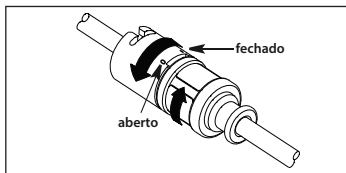

Figura 9
b. Se estiver a utilizar uma proteção contra contaminação do cateter com um adaptador Twistlock, rode a metade superior do conector distal no sentido horário para fixar o cateter em posição. Reposicione a extremidade proximal da proteção do cateter, conforme pretendido. Rode as metades superior e inferior em sentidos opostos, para fixar em posição. Teste o adaptador puxando o cateter com suavidade para garantir uma fixação segura no cateter (ver Figura 9).